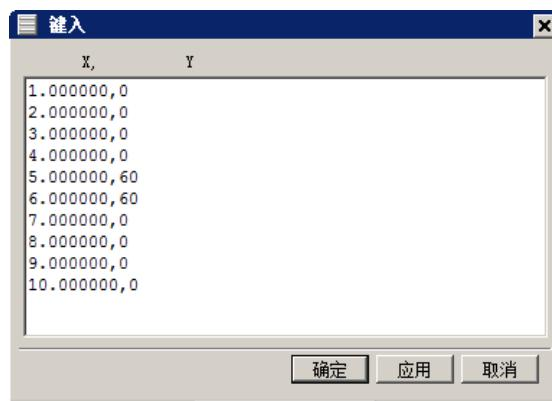

图 7.3.34 “键入”对话框
(2) 定义函数驱动。
- ① 单击“运动副”对话框中的 **驱动** 选项卡；在 **驱动** 区域的 **旋转** 下拉列表中选择 **函数** 选项。
- ② 在 **函数数据类型** 下拉列表中选择 **位移** 选项；单击 **函数** 后的 **...** 按钮，选择 **f(x)** **函数管理器...** 选项，系统弹出“XY 函数管理器”对话框。
- ③ 在“XY 函数管理器”对话框的 **函数属性** 区域中选中 **AFU 格式的表** 单选项，单击新建按钮 ，系统弹出“XY 函数编辑器”对话框。
- ④ 单击“XY 轴定义”按钮 ，在 **XY 轴定义** 区域的 **间距** 下拉列表中选择 **等距** 选项。
- ⑤ 单击“XY 数据”按钮 ，在 **XY 数据创建** 区域 **X 向最小值** 下方的文本框中输入值 1，在 **X 向增量** 文本框中输入值 1，在 **点数** 文本框中输入值 10。
- ⑥ 单击 **XY 数据创建** 区域中的“从文本编辑器输入”按钮 ，在“键入”对话框中输入图 7.3.34 所示的参数。